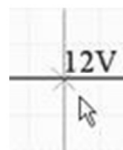

Рис. 3.8. Метка цепи
1. В меню **Place** (Разместить) выберите **Net Label** (Метка цепи) (последовательность клавиш: **P, N**). Рядом с курсором появляется прикрепленная метка цепи (рис. 3.8).